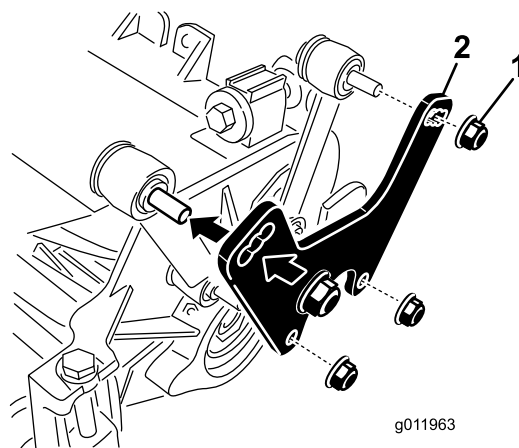

図 10
1. カuttingユニットのサイド・プレートとキャリア・フレームに昇降リンクを固定しているナットを外す(図 10)。